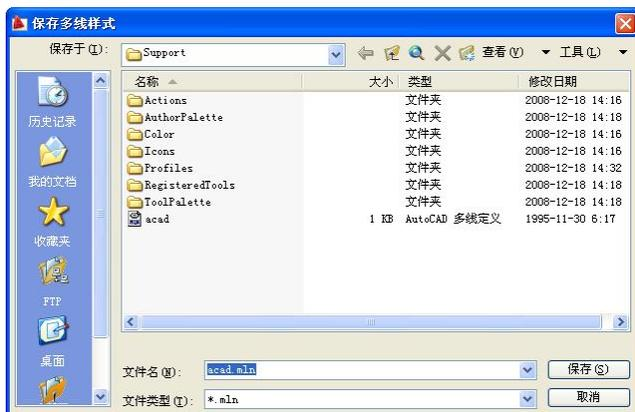

图 3-28 “保存多线样式”对话框
(5) 保存：将当前的多线样式存入多线文件中（文件的扩展名为.MLN），单击此按钮，弹出如图 3-28 所示的“保存多线样式”对话框，输入其文件名进行保存。